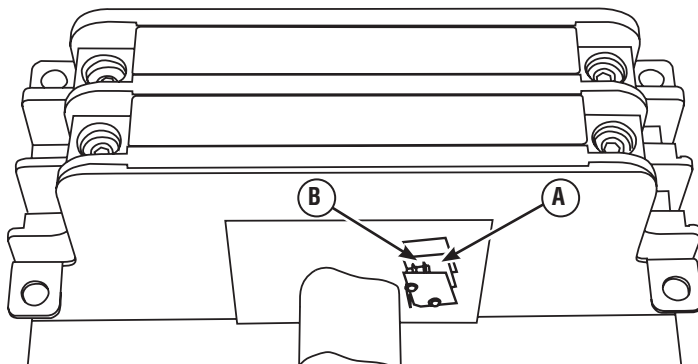

Figura 7 - Conexiones de microinterruptores A4
2. Conecte el extremo del terminal de 3/16" del conjunto de cable A (207022AGS) al contacto NC del microinterruptor A4 del conector (Figura 7, A).
5. Conecte el extremo de la orejeta de pica de 3/16" del conjunto de cables B (207022BGS) al contacto NC del microinterruptor A4 del conector (Figura 7, B) y el extremo de la orejeta de anillo al portafusibles (FH1).